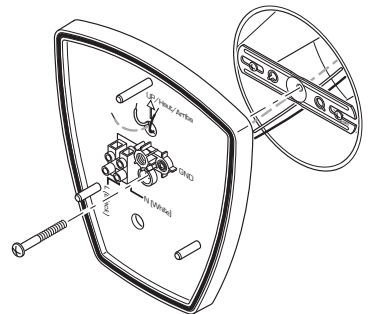

Figure 3
3. Faites passer les fils de la boîte de jonction dans un des trous de la plaque 1-2-Éasy Connect^{MC} (voir la Figure 3).
4. Appuyez la plaque 1-2-Éasy Connect^{MC} contre la boîte de jonction (voir la Figure 3).
5. Insérez le petit boulon de montage dans le trou de la plaque 1-2-Éasy Connect^{MC} situé sous le trou fileté. Vissez ce boulon dans le trou central du support de montage (voir la Figure 3). Serrez solidement le boulon.